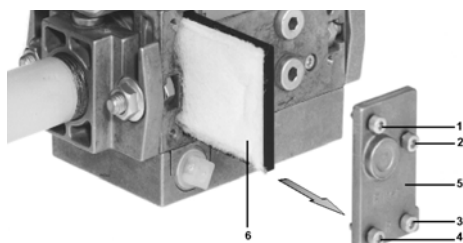

Fig. 58
- 2 Svitare le viti 1 ÷ 4 con una chiave esagonale n. 3 e togliere il coperchio del filtro 5 in Fig. 58.